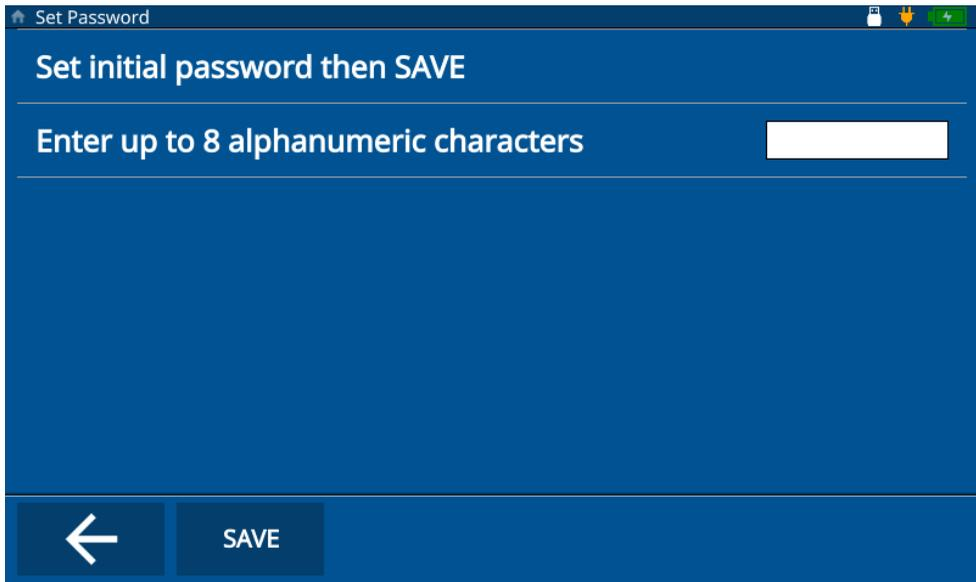

Abbildung 8-2 Set Password (Passwort einstellen) Fenster
5. (Optionaler Schritt) Wählen Sie **SET PWD** (PWD einstellen), geben Sie ein Passwort ein und wählen Sie **SAVE** (Speichern) [siehe Abbildung 8-2 auf Seite 79].